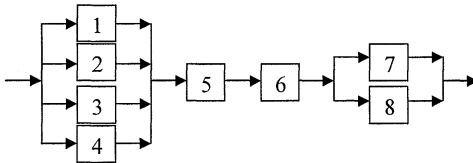

Рис. 1
8. Определить надежность системы со структурной схемой, приведенной на рис. 1.